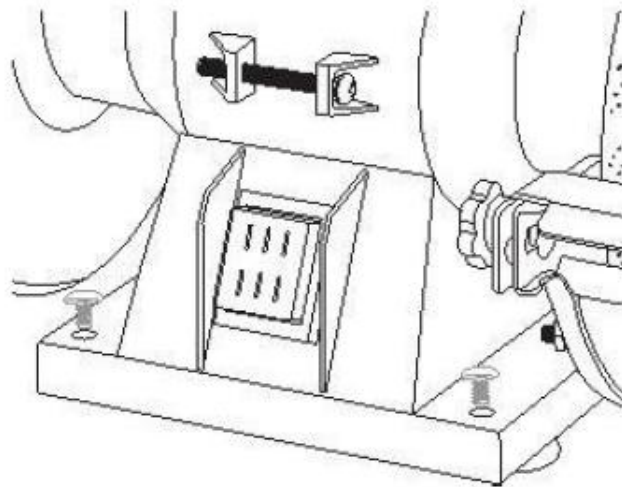

Fig. 3
1. Mai întâi efectuați patru găuri. utilizați piciorușele polizorului (9) ca și șablon pentru a marca amplasamentul găurilor. Amplasați polizorul dublu în poziția dorită și introduceți un clește sau un creion prin găurile aparatului din piciorușe pentru a marca poziția găurilor.
3. Așezați polizorul dublu în poziție și securizați utilizând șuruburi și piulițe adecvate (Fig. 3).